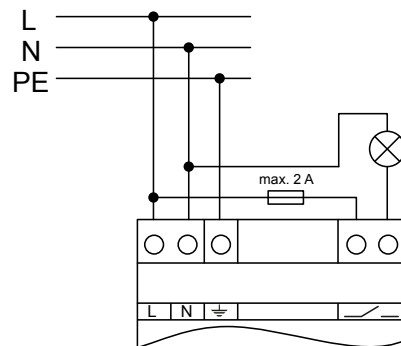

Figura 5: Esempio di applicazione – lampada di segnalazione per visualizzazioni d'esercizio ottiche
- Collegare il dispositivo di segnalazione secondo l'esempio di collegamento (Vedi figura 5).